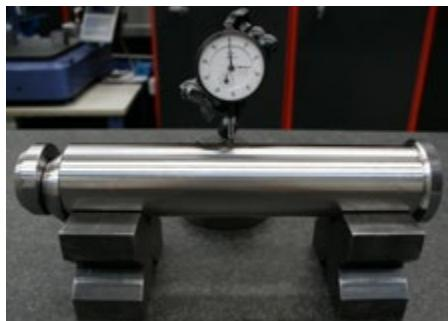

Fig.06
- 4.2** Effettuare almeno ogni 12 mesi una verifica di cilindricità sui perni per verificare eventuali deformazioni permanenti (**Fig.06**): nel caso di errori superiori a 0.25 mm sostituire i perni interessati.
- 4.4** In caso si verificassero cedimenti improvvisi di funi / catene di sollevamento con conseguente sovraccarico sui perni di sollevamento, sottoporre questi a controllo di cilindricità (vedi **Fig.06**) per verificare eventuali deformazioni; nel caso di errori superiori a 0.25 mm sostituire i perni interessati.
- 4.5** In caso di urti accidentali nelle zone di imbracatura durante le operazioni di sollevamento movimentazione e ribaltamento, sottoporre i perni di sollevamento a controllo di cilindricità per verificare eventuali deformazioni; nel caso di errori superiori a 0.25 mm (vedi **Fig.06**) sostituire i perni interessati.